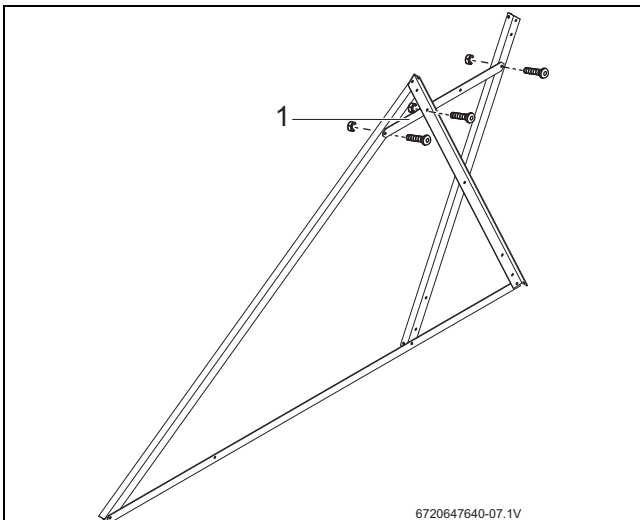

Fig. 20 Montar la barra transversal
- ▶ Atornillar la traviesa (Fig. 20, [1]) a los dos perfiles de soporte del acumulador y al perfil de soporte del colector.